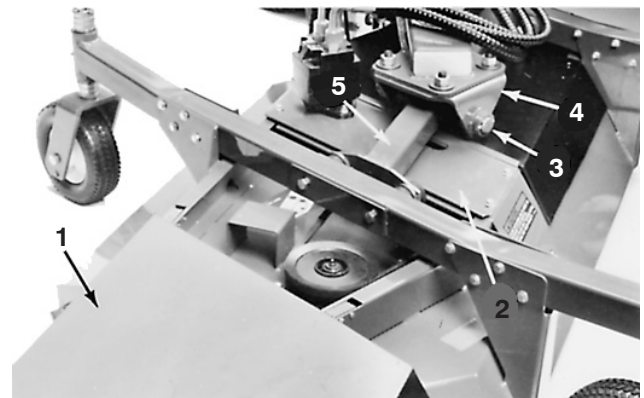

Bild 71
3. Entfernen Sie die Bundkopfschrauben, mit denen die Getriebeplatte am Mähwerk befestigt ist. Drehen Sie zum Trennen der Platte und des Antriebsmotors vom Mähwerk das Plattenende zur Zugmaschine (Bild 71). Kippen Sie die Platte, den Motor und die Scheibe seitlich und nehmen Sie sie vom Mähwerk ab. Achten Sie darauf, dass Sie nicht die flexiblen Hydraulikschläuche verbiegen, verdrehen, abknicken oder beschädigen.
4. Nehmen Sie die Sicherungsmutter ab, mit der die Mähwerkwellen am Mähwerksplint und der Hubstange befestigt ist (Bild 71).